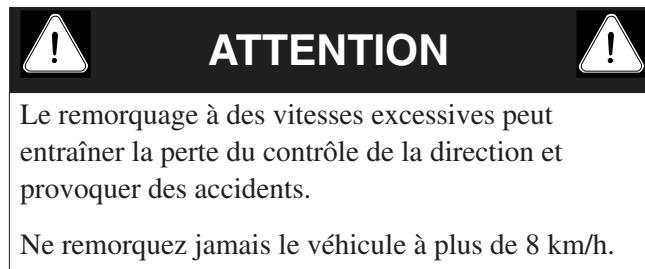

Figure 13
2. Accrochez un câble de remorquage à la flèche d'attelage à la traverse avant du châssis (Fig. 13).